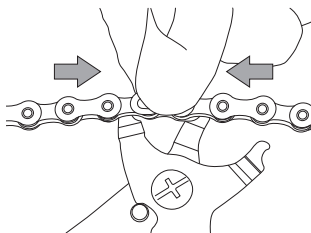

図11
- C-リンク™ の両側 (表側と裏側) を抑えながら、同時に工具を操作し、2つのピンを近づけます(図11)。